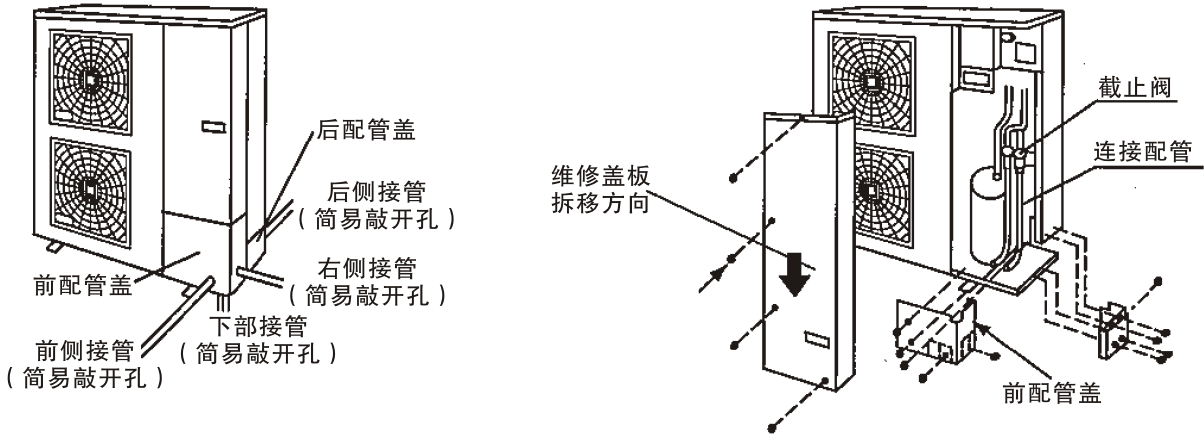

图5.1 配管连接方向
(4) 如图5.1所示，配管可以从4个方向连接。可以通过前/后侧配管盖上的敲开孔或底板的敲开孔从四个方向连接配管。从室外机上卸下配管盖，用螺丝刀和锤子沿着开缝线敲下敲破孔。然后，修齐孔的边缘，并装上绝缘套（现场提供）保护配管和配线。